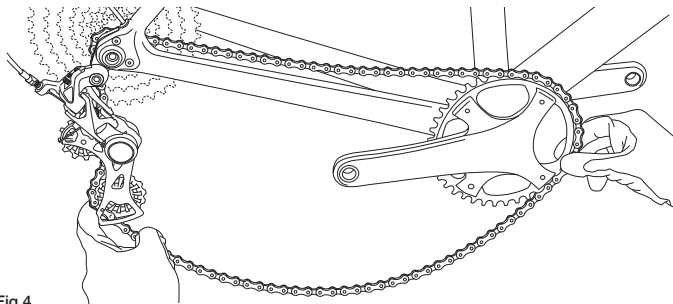

Fig.4
- Premete il bilanciante verso il basso per ridurre la tensione della catena e portatela verso l'esterno sfilandola dall'ingranaggio e dalla pedivella (Fig. 4).